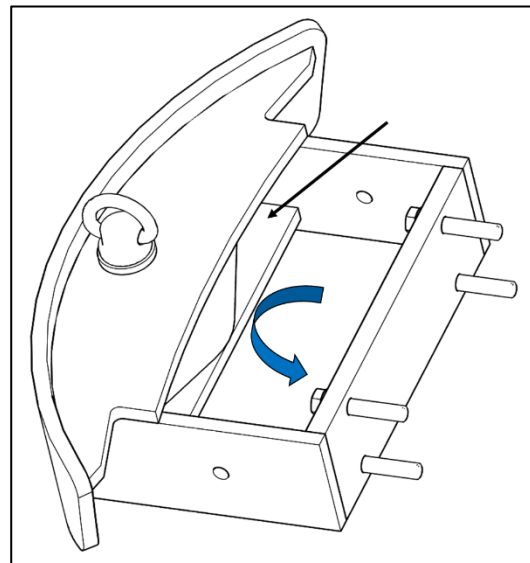

Abb. 129 – BEREICH FÜR SEILBEFESTIGUNG
- b. Das Seil kann am vorderen Gewichtsrahmen in der abgebildeten Richtung oder umgekehrt befestigt werden (Abb. 129).